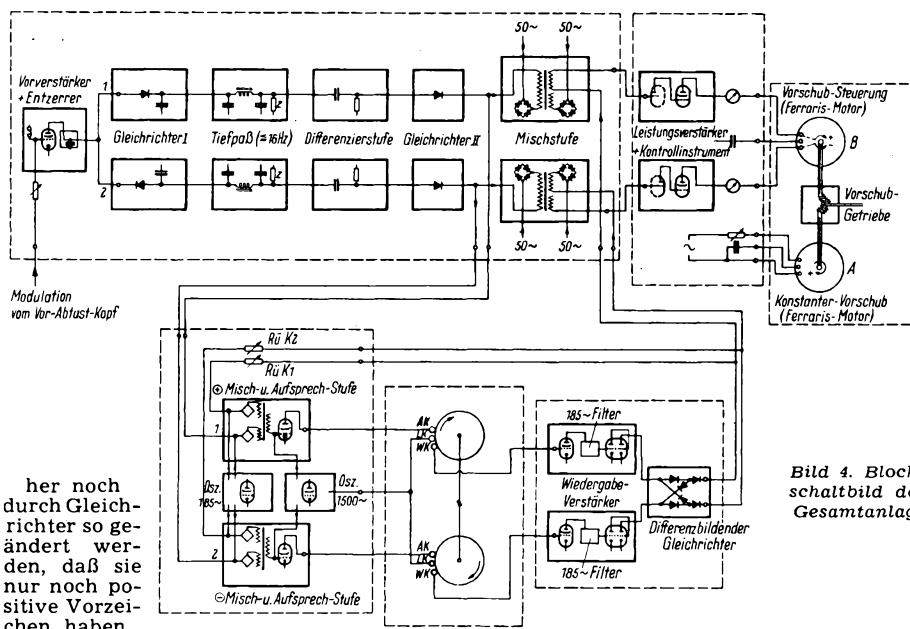
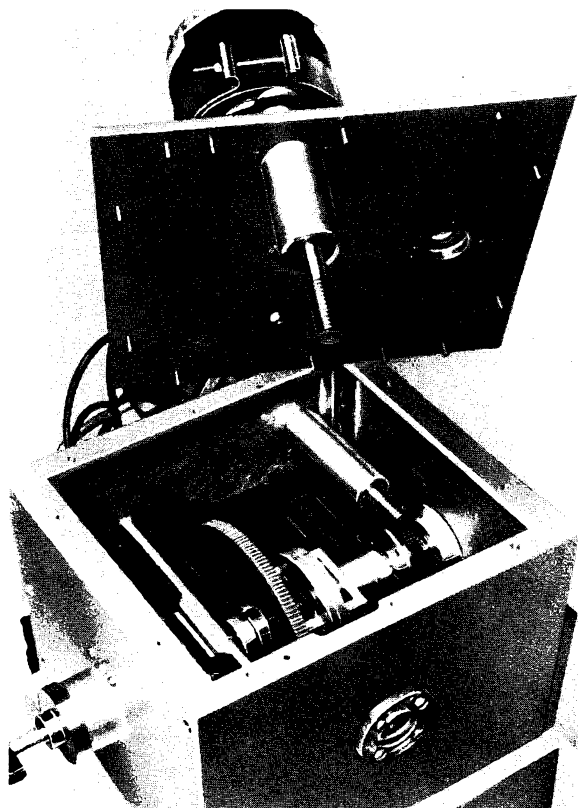

Bild 4. Blockschaltbild der Gesamtanlage
Bild 7. Differentialgetriebe (Vorschubgetriebe)
Bild 4 erläutert die Gesamtanlage. Rechts sind zwei Motoren A und B angedeutet. Motor A bewegt die Schneiddose mit gleichbleibender Geschwindigkeit zum Plattenmittelpunkt; er bewirkt den Nullrillenvorschub. Dieser konstanten Drehung des Motors überlagert sich über ein Differentialgetriebe (Bild 7) die Drehung des Motors B, dessen Steuerung durch den Leistungsverstärker vorgenommen wird. Dieser Motor ist in Ruhe, solange sich die abgetastete Lautstärke nicht ändert; wird sie größer, so wird der Schneid-
Wie Bild 4 außerdem erkennen läßt, werden die differenzierten und gleichgerichteten Impulse von beiden Kanälen zum Speicher abgezweigt und hier nach Modulation mit einer gut aufzuzeichnenden Frequenz zur Magnetisierung zweier kreisförmiger Magnetfolien be-
gewonnen und additiv mit der Vormagnetisierungsfrequenz (1500 Hz) gemischt. Die entstandene Wechsellspannung wird den beiden Aufsprechköpfen (AK in Bild 4) zugeführt.
**B) Speichermechanik:** Wir erwähnten, daß die positive Verlagerung der Rille bei jeder Umdrehung etwas früher und die negative etwas später beginnen muß, anderenfalls laufen die Rillen in den Verlagerungsflanken ineinander. Man erreicht dies durch eine Beschleunigung der Rotationsgeschwindigkeit der mit den positiven Verlagerungsimpulsen beschriebenen Folie gegenüber der anderen. Im Mittel ist die Laufzeit der Folie zwischen den jeweiligen Aufsprech- und Wiedergabeköpfen (AK und WK in Bild 4) gleich der Umlaufzeit der zu schneidenden Schallplatte. Hiervon unterscheiden sich die Laufzeiten beider Magnetfolien um + 5% bzw. - 5%. Das heißt aber nichts anderes, als daß eine Verlagerungsstrecke sich nach höchstens zehn Umdrehungen bis auf einen Umfang verlängert und dann mit ihrer ansteigenden Flanke auf die abfallende stößt.